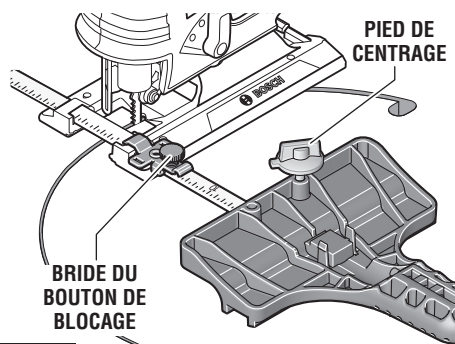

FIG. 13
4. Insérez la barre du guide à travers une bride de fixation, puis à travers les trous pratiqués dans le pied, depuis n'importe quel côté du pied, (Fig. 13). (Si possible, placez la deuxième bride de fixation sur la barre depuis le côté opposé de la scie sauteuse.)